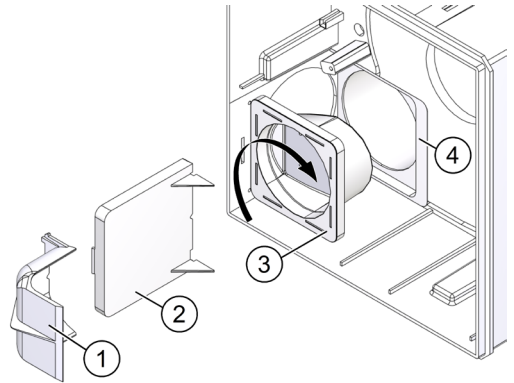

Abb. 36: Lage der Rückschlagklappe an Einbauposition anpassen
- ▶ Heben Sie das Abweisteil (Pos. 1 in Abb. 36) ab (nur bei U-H und UB-H).
- ▶ Heben Sie die Verschlussplatte (Pos. 2 in Abb. 36) ab.
- ▶ Ziehen Sie den Klappenträger (Pos. 3 in Abb. 36) mit Rückschlagklappe und Klappendichtung aus dem Anschlussstutzen aus Kunststoff (Pos. 4 in Abb. 36) heraus.